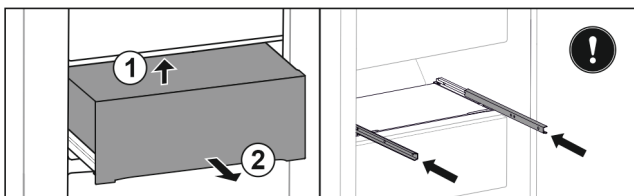

Fig. 99
- ▶ Tõstke sahtlit taga altpoolt üles. Fig. 99 (1)
- ▶ Võtke sahtel ettepoole välja. Fig. 99 (2)